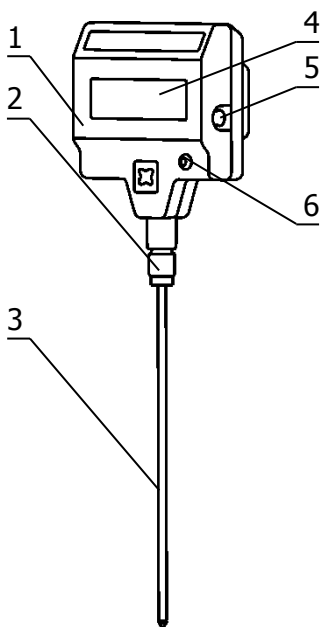

Рисунок 1 Общий вид термометра
2.2.5 Включить питание термометра кнопкой 6 (рисунок 1). Прибор не требует предварительного прогрева и сразу же готов к работе.
2.3.3 Для организации обмена данными с компьютером следует использовать кабель связи и программное обеспечение из комплекта поставки термометра. Один конец кабеля следует присоединить к разъему 5 (рисунок 1), а другой — к свободному последовательному порту компьютера.